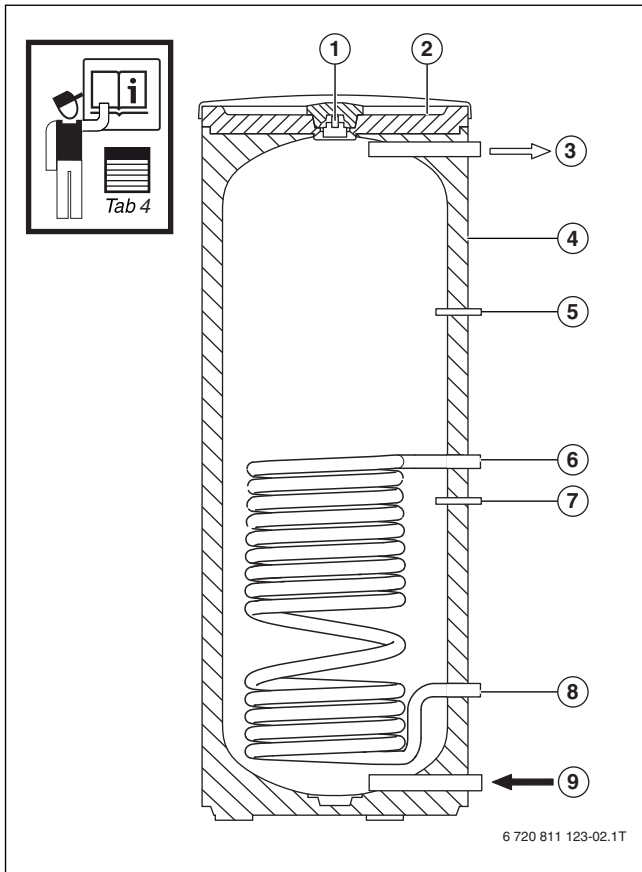

Fig. 3
- Vor Speicherbefüllung bauseits Entleerung am unteren Speicheranschluss (→ Fig. 3, [9], Seite 8) einbauen.
- Speicher beim Füllen über die Entlüftung (→ Fig. 3, [1], Seite 8) an der Speicherobenseite entlüften.
- **M₁** = Messstelle Speichertemperaturfühler für Heizgerät (T1) (→ Fig. 3, Seite 7, [5])
- **M₂** = Messstelle Solar-Speichertemperaturfühler (GT1) (→ Fig. 3, Seite 7, [7])